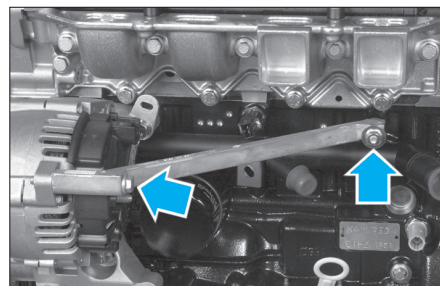

FIG. 1
- le tirant de l'alternateur (Fig.1).